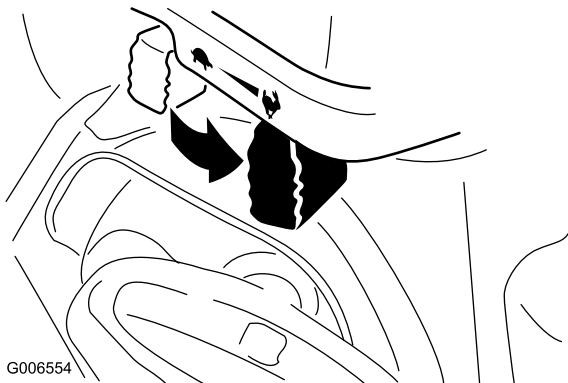

Figure 29
6. Placez la commande d'accélérateur en position haut régime (Figure 29).